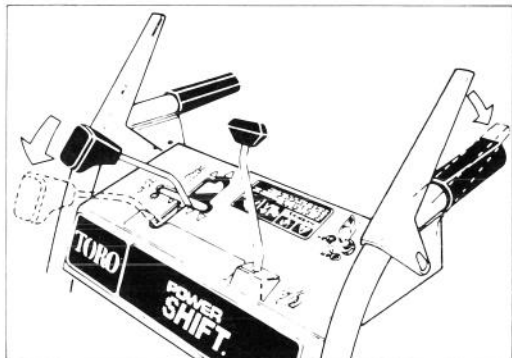

Abbildung 11
2. Um die Räder in die Vorderstellung oder Rückwärtsstellung zu bringen, die Schaltscheibe komplett nach vorn in die Power Shift-Stellung bringen und halten (Abb. 11).
3. Den Antriebshebel voll einrasten, um die Räder in die Power Shift-Stellung zu bringen (Abb. 11 und 12).